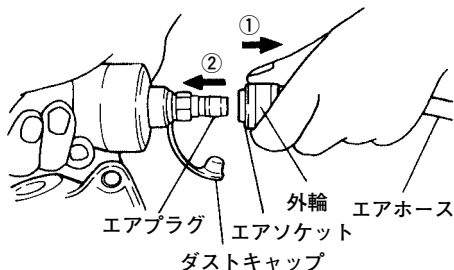

図 5
本機にエアホースを接続する場合はエアプラグからダストキャップをはずし、図5のように、①エアソケットの外輪を引き、②エアソケットをエアプラグにしっかりとさし込んでエアホースを接続します。（図5）